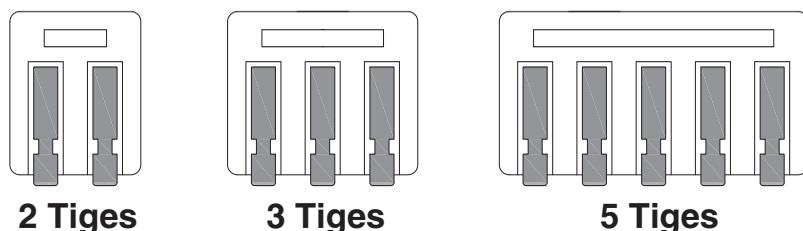

FIG. 22
2. Tous les câbles dans le luminaire utilisent un connecteur WAGO à 5, 3 et 2 tiges (Voir la FIG. 22). Au cas où il faut enlever ou remplacer un composant dans le compartiment du pilote, veuillez garder le connecteur WAGO pour une utilisation ultérieure.